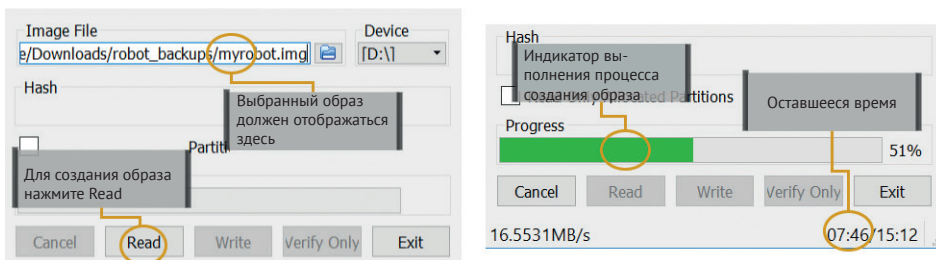

Рис. 5.6. Чтение образа
5. После нажатия **Open** вы увидите, что в поле **Image File** (Файл образа) отображается выбранное местоположение (рис. 5.6 слева). Чтобы начать копирование образа, нажмите **Read** (Читать). Вы можете отслеживать процесс чтения образа по индикатору выполнения. Также программа показывает оставшееся время. Когда образ будет готов, Win32 Disk Imager сообщит вам, что чтение прошло успешно. После этого вы можете закрыть программу.